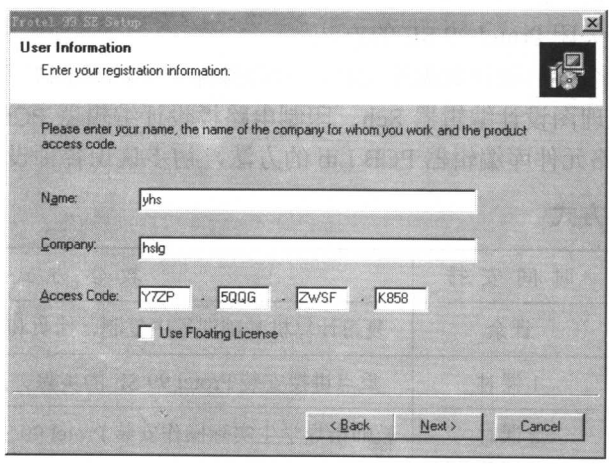

图 1-3 用户信息对话框
(2) 单击  按钮，将出现用户信息对话框，如图 1-3 所示。在该对话框中的 Name 文本框中输入用户名；在 Company 文本框中输入公司名；在 Access Code 文本框中输入协议代码。